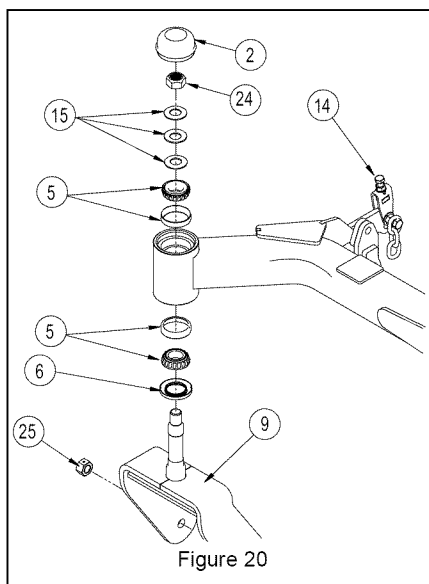

Figure 20
3. Quite la tapa (2), la contratuerca de 3/4" (24), las tres arandelas Belleville de 3/4" (15), y la estructura soldada frontal de la rueda (9), consulte figure 20.
4. Quite la junta hermética inferior (6) y el cojinete inferior (5).
5. Desmonte el cojinete superior (5).
6. Mida la altura de las puntas de las cuchillas en 1 y 2 y ajuste los pernos de ajuste frontales (consulte figure 20, ítem 14) y los pernos en U traseros para garantizar que la plataforma esté nivelada de izquierda a derecha.